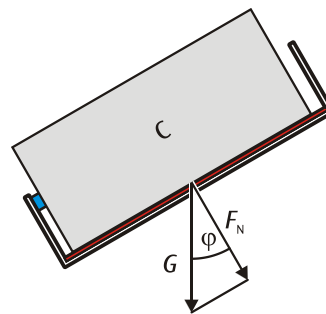

Fig. 3: Misurazioni in caso di rotaia inclinata con corpo di attrito C
- Collocarvi sopra in piano il corpo di attrito C in modo tale che le pulegge poggino sul lato stretto inclinato verso il basso (ved. fig. 3).